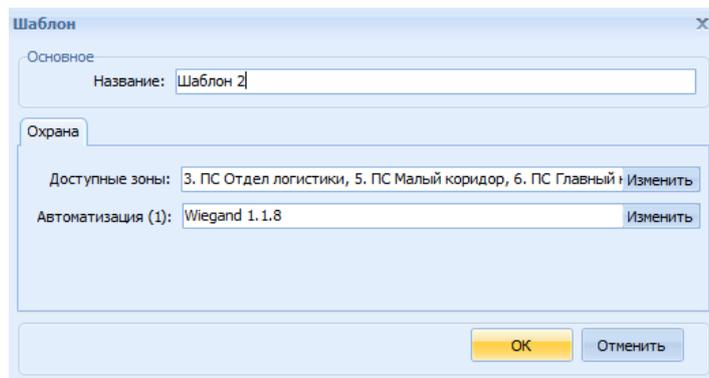

Рисунок 23.25 Окно «Шаблон»
- 3) В открывшемся окне «Шаблон» заполнить следующие поля (Рисунок 23.25):